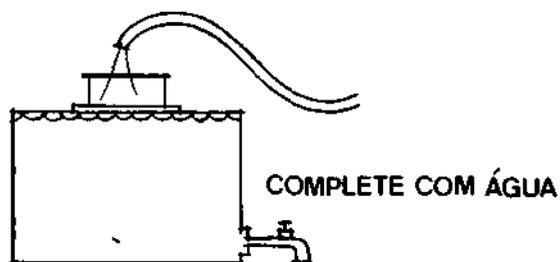

fig. 4
- c) Acabe de encher com água o depósito do pulverizador (fig. 4).